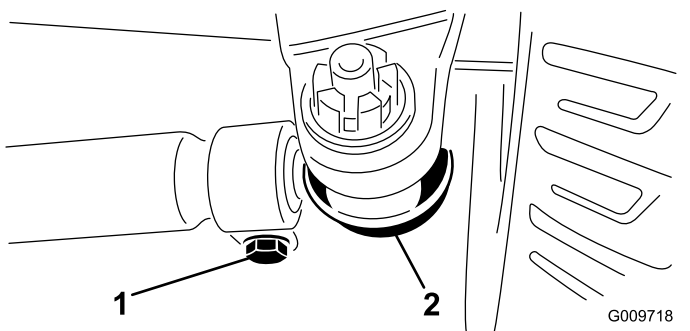

图 77
3. 要调节前束应从任一横拉杆球窝接头卸除开口销和螺母 (图 77)。
5. 拧松横拉杆两端的夹具 (图 77)。